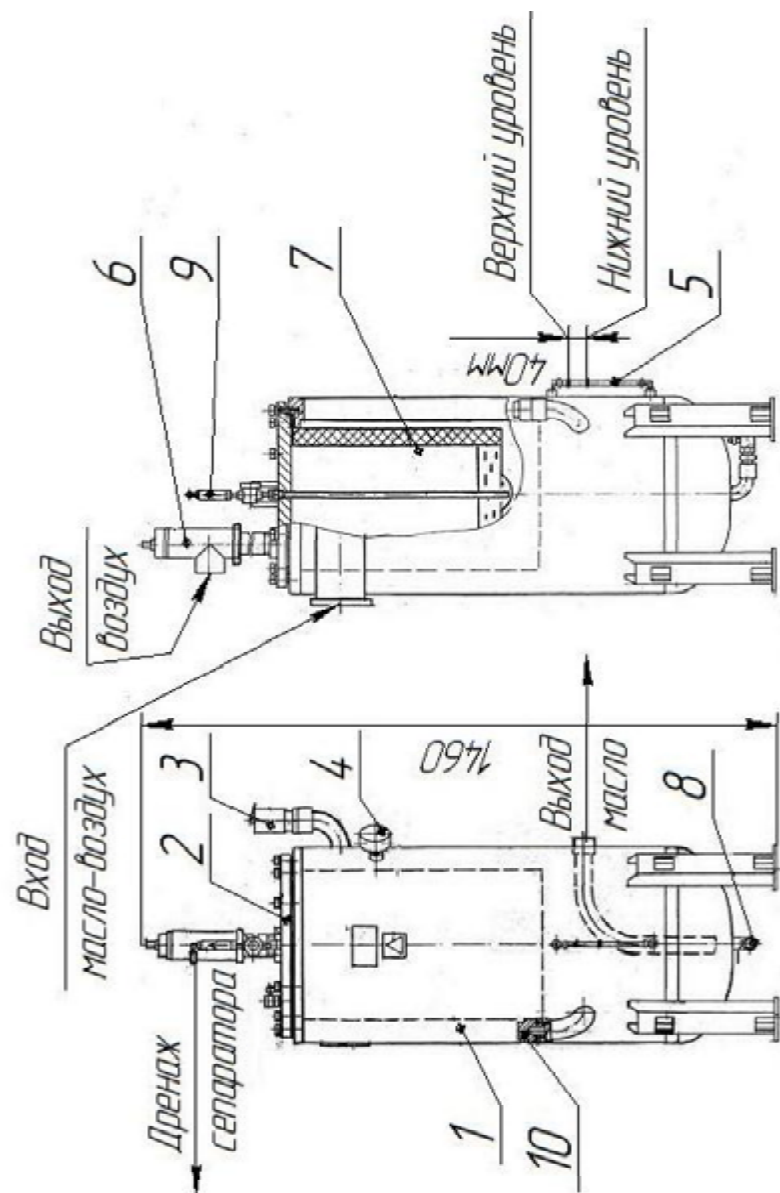

Рисунок 6. Маслоотделитель.
4.1.3 Маслоотделитель установки (рис.6) – стальной сварной сосуд, предназначен для разделения масло-воздушной смеси, поступающей из винтового блока и обеспечения непрерывности поступления масла в винтовой блок.
На крышке маслоотделителя установлен клапан минимального давления (рис.6).